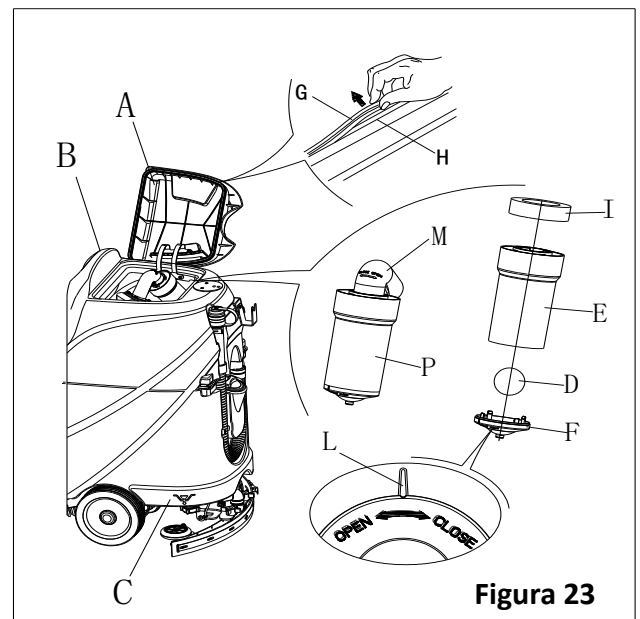

Figura 23
2. Assegure-se que a máquina está desligada e que a chave de ignição (40) foi retirada.
3. Gire a tampa do tanque de recuperação (A, Figura 23) para a posição 90 graus até conseguir tirar, e retire o filtro de flutuação (P) do tanque.
4. Limpe a tampa do tanque de recuperação (A), o tanque de água (C) e o suporte do filtro (E). Esvazie o tanque de recuperação através da mangueira de drenagem (15).
5. Se necessário, siga os símbolos "OPEN" e "CLOSE" como mostrado na Figura 23 para abrir a tampa inferior (F) do filtro de flutuação. Limpe a bola (D), suporte do filtro (E) e esponja do filtro (I). Depois de limpar, fixe a bola (D) no suporte do filtro (E) e alinhe a ranhira (L) da tampa inferior (F) do filtro com a ranhura (L) do suporte do filtro (E). Aparafuse a tampa inferior do filtro de flutuação, e fixe a esponja do filtro (I) no suporte do filtro (E). Finalmente, ligue-o à mangueira de sucção de esgoto (M).
7. Verifique se a superfície de contacto do selamento (G) está intacta e se o selamento é suficiente. Se necessário, retire o selamento da ranhura (H) e substitua. Monte o selamento como mostrado na Figura 23, a junção deve regressar à área do meio.
8. Feche a tampa do tanque de recuperação (A).